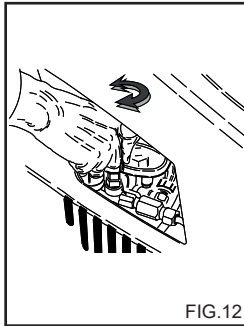

FIG.12
Trykkregulatoren, fig. 12 gjør at brukeren kan regulere arbeidstrykket. Når knapp C vis moturs (B) (minimum), reduseres driftstrykket.